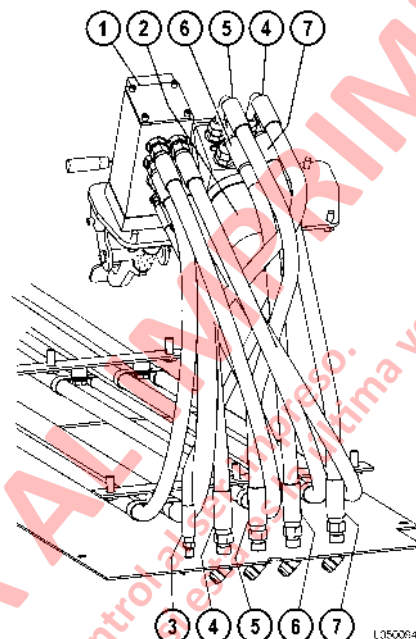

FIGURA 5-2. UNIDAD DE CONTROL DE LA DIRECCIÓN
3. Ponga etiquetas en todos los ductos hidráulicos para identificarlos correctamente durante el montaje. Desconecte los ductos hidráulicos (ver, Figura 5-2) en la unidad de control de dirección. Tape todas las mangueras.
4. Apriete todos los pernos a torque estándar. Destape y conecte los ductos hidráulicos a sus puertos correspondientes en la unidad de control de la dirección. Consulte la Figura 5-2.